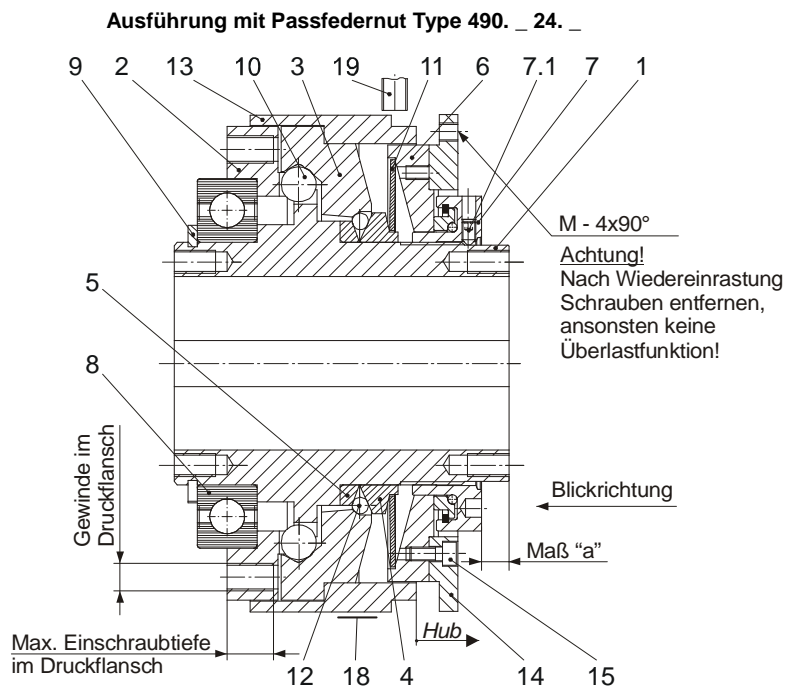

Bild 1
Die Wiedereinrastung der EAS[®]-compact[®] Freischaltkupplung erfolgt mit Hilfe von 4 Sechskantschrauben (Bild 1; Bereitstellung kundenseitig: M8 für Größe 4; M10 für Größe 5), gleichmäßig eingedreht in die Einrastscheibe (14) durch axialen Druck auf die Dichthaube (13).
Beachten Sie die maximale Einschraubtiefe im Druckflansch (Pos. 2 / Bild 1 und Tabelle 3)